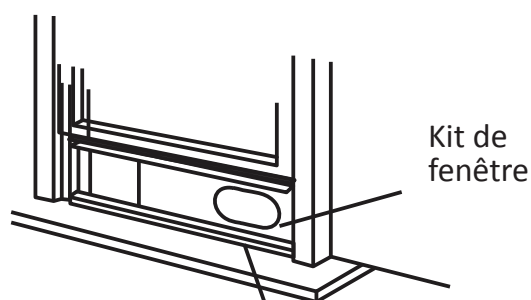

Fig.10
3. Coupez le joint en mousse (type adhésif) à la longueur appropriée puis collez-le en haut de la fenêtre. Voir Fig. 10